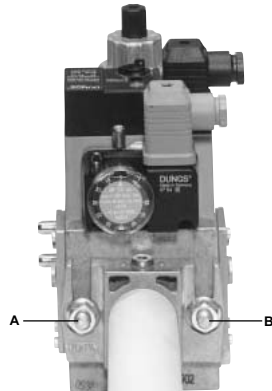
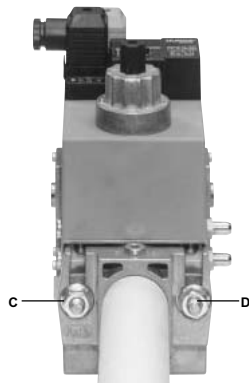

Fig. 21
Fig. 22
3. stringere le viti A, B, C e D (Fig. 21 - Fig. 22), rispettando le posizioni di montaggio (Fig. 24);
1. Allentare le viti A e B **non** svitare (Fig. 21 e Fig. 22).
2. Svitare le viti C e D (Fig. 21 e Fig. 22).